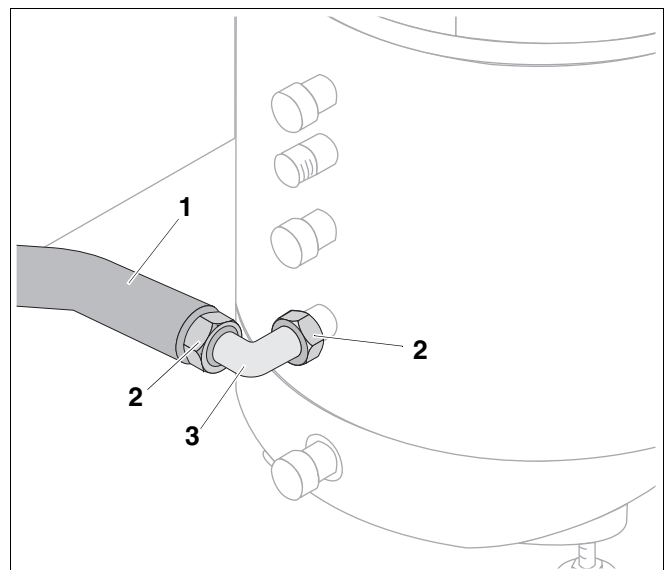

Fig. 5 Montar el codo en el calentador de agua del acumulador
- ▶ Insertar la junta (fig. 5, [2]) en la tuerca de racor del codo (fig. 5, [3]) y atornillar el codo al retorno del acumulador.
- ▶ Insertar la junta (fig. 5, [2]) en la tuerca de racor de la manguera ondulada de metal corta (fig. 5, [1]) y atornillarla al codo.